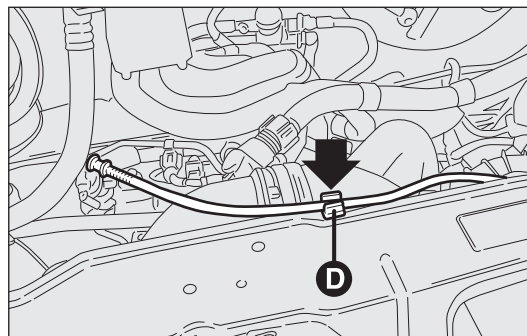
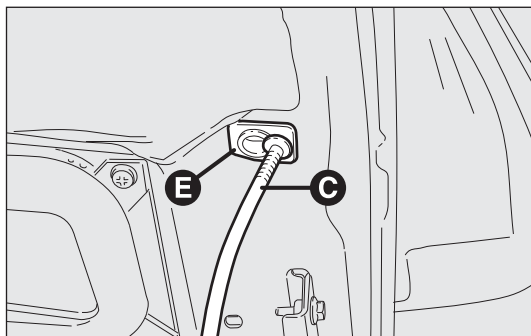

fig. 131
fig. 132
- sollevare il cofano e contemporaneamente liberare l'asta di sostegno fig. 131 dal proprio dispositivo di bloccaggio D, quindi inserire l'estremità C-fig. 132 dell'asta nella sede E del cofano.
- ❑ tenere sollevato il cofano con una mano e con l'altra togliere l'asta C-fig. 132 dalla sede E e reinserirla nel proprio dispositivo di bloccaggio D-fig. 131;